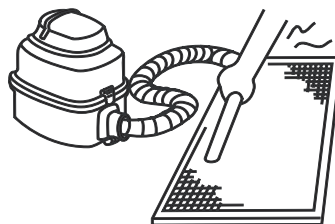

Figura 53
- O lado da entrada de ar deve ficar voltado para cima quando se utiliza um aspirador de pó. (Consulte a Figura 53)